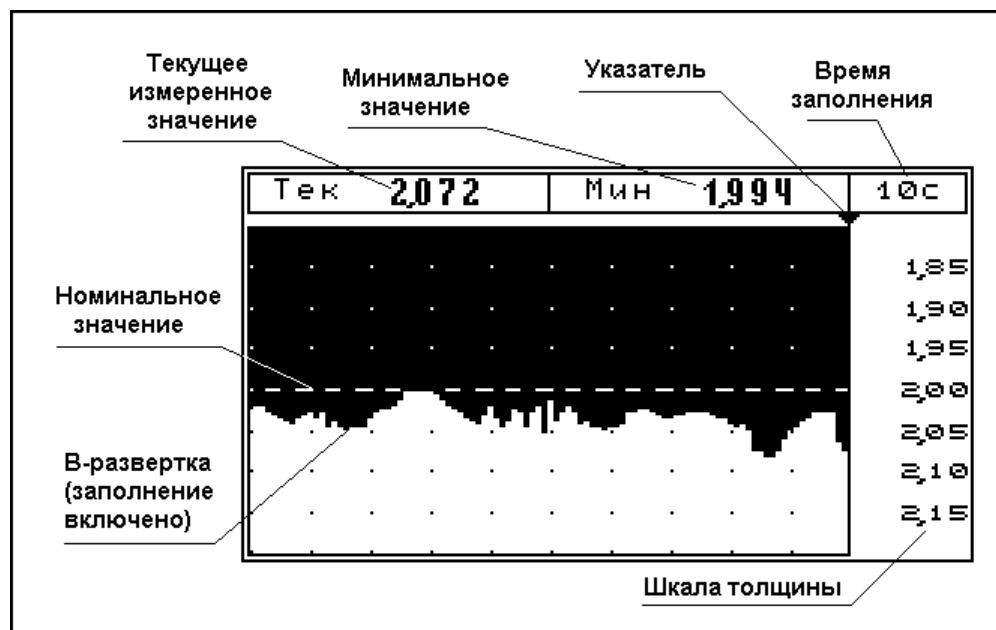
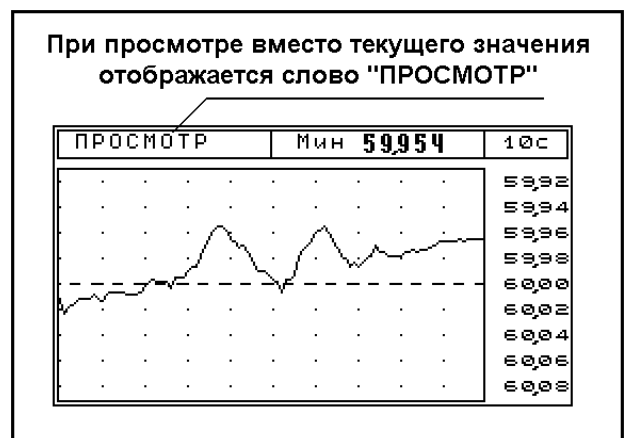

Рис. 4.10. Экран УДТ-40 в Режиме В-сканирования.
Рис. 4.14. Вид экрана УДТ-40 при просмотре файла с результатом В-сканирования.
В-сканирование позволяет пользователю измерять профиль сечения измеряемой детали и отображать этот профиль в виде графика. На рис. 4.10 изображен экран прибора в режиме В-сканирования, содержащий краткие пояснения обозначений на экране.
В-развертку можно выводить в виде закрашенной диаграммы, как на рис. 4.10, или в виде линии, как на рис. 4.14.
**Шаг 4.** Приложите преобразователь к исследуемому образцу, предварительно смазав его контактной смазкой и, не отрывая, равномерно проведите по образцу. На экране будет прорисовываться В-развертка (рис. 4.10). Указатель сверху будет двигаться слева направо, показывая ход прорисовки. Левое число сверху показывает мгновенное текущее значение толщины. Правая цифра показывает минимальное значение ТОЛЬКО ВИДИМОЙ НА ЭКРАНЕ ЧАСТИ В-РАЗВЕРТКИ.
Когда В-развертка достигнет правого края, ее изображение на экране начнет сдвигаться влево с той же скоростью, с какой до этого двигался указатель. Указатель, дойдя до правого крайнего положения, остановится (рис. 4.10). Прорисовка при этом продолжится.
**Шаг 4.** Нажимая или , выберите имя файла, который необходимо просмотреть и нажмите . Прибор выведет на экран В-развертку в ТОЧНО ТАКОМ ЖЕ ВИДЕ, в котором она была сохранена в файл. Экран УДТ-40 при этом будет иметь вид, представленный на рис. 4.14.